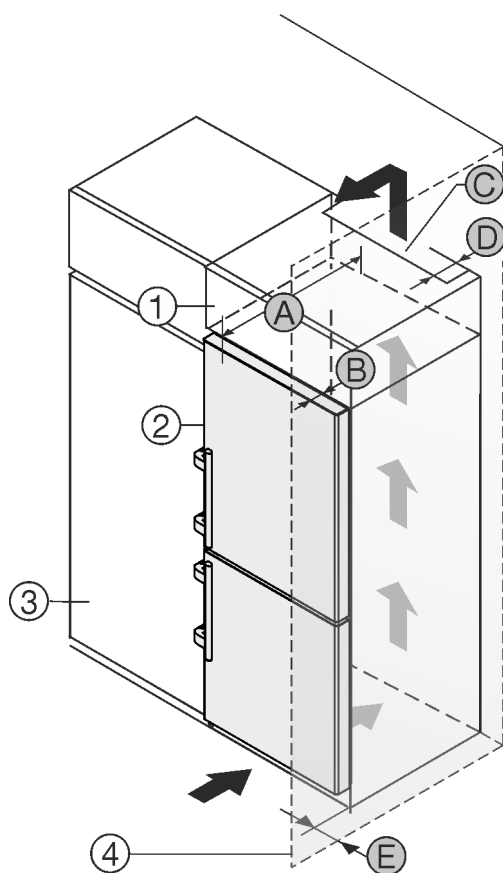

Fig. 1
Vous pouvez placer le réfrigérateur directement à côté de l'armoire de cuisine Fig. 1 (3).
Une sortie d'air avec la profondeur Fig. 1 (D) doit être présente au dos de la rehausse sur toute sa largeur.
La section de ventilation Fig. 1 (C) sous plafond doit être respectée.
Si le réfrigérateur est installé avec les charnières près d'une paroi Fig. 1 (4), la distance entre le réfrigérateur et la paroi doit être d'au moins 57 mm (2 1/4 in). Cela correspond au dépassement de la poignée lorsque la porte est ouverte.
Pour pouvoir ouvrir complètement les portes, le réfrigérateur doit dépasser de la profondeur de la porte Fig. 1 (B) par rapport à la façade du placard. L'appareil peut déborder encore plus en fonction de la profondeur des placards Fig. 1 (3) et de l'utilisation de cales d'épaisseur.